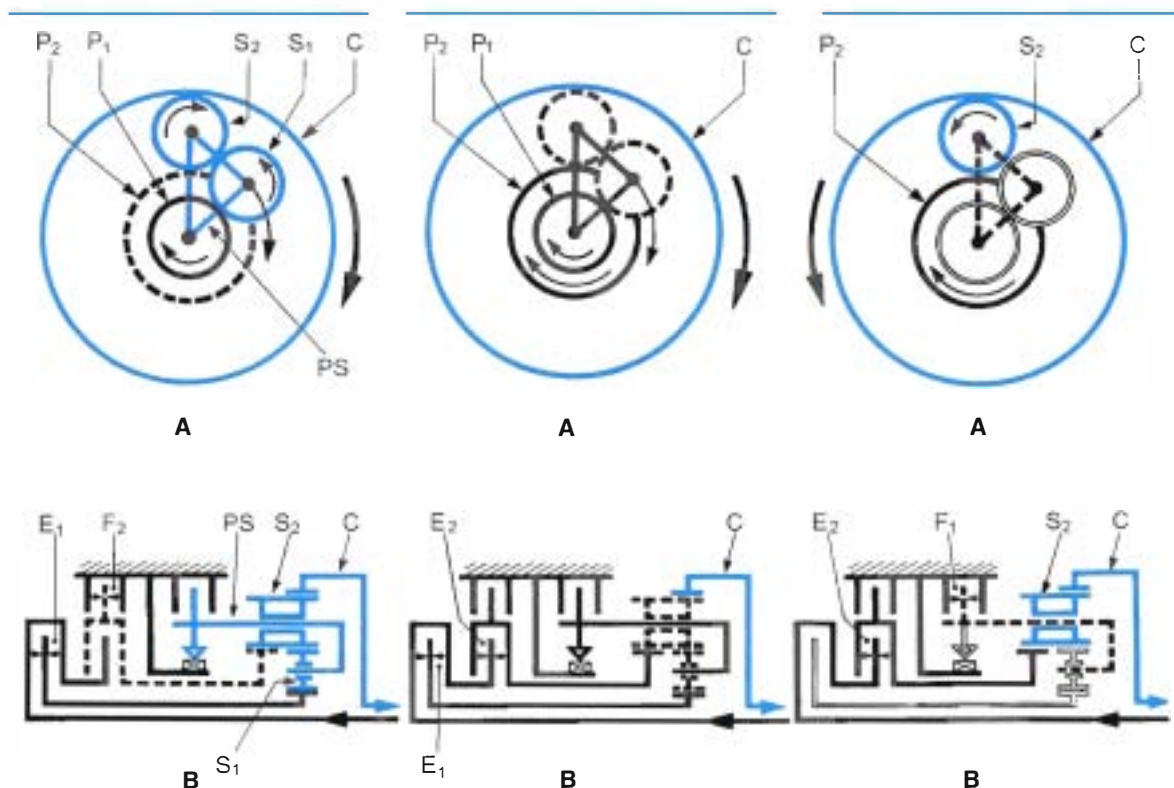

Figure 5.11 • Deuxième rapport.
• **Deuxième rapport** (figure 5.11).